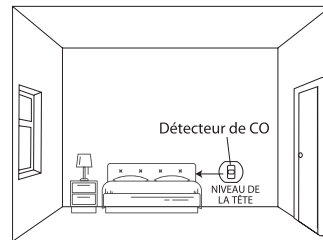

Figure 2 : Installation dans une chambre ou une pièce sans appareil de chauffage (au niveau de la tête)
**2. Installer le détecteur de CO dans une chambre ou une pièce sans appareil à combustion (voir figure 2) :**